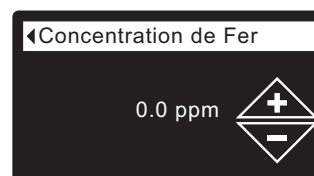

FIG. 53
5. Appuyez sur le sélecteur (O) pour ouvrir l'écran de la concentration de fer (cf. Figure 53).